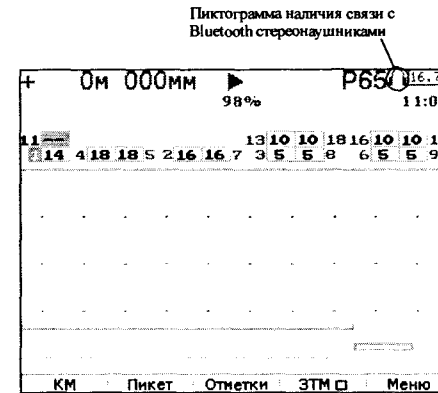

Рисунок 86
3.3 Далее в течении ~10 секунд произойдет автоматическая инициализация дефектоскопом Bluetooth-соединения. В случае использования Bluetooth стереонаушников в верхней части экрана появится пиктограмма наличия связи (рисунок 86).